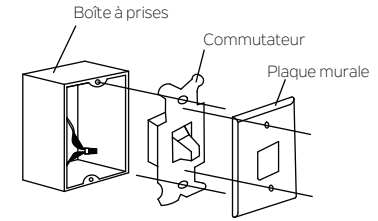

Fig. 22
**Étape 1.** Retirez la plaque murale présente et l'ancien interrupteur de la boîte à prises murale, placez ensuite la nouvelle commande et la plaque murale. Raccordez le fils (sous tension) ensemble et acheminez-les à l'intérieur de la boîte à prises (Fig. 22) ou sélectionnez l'emplacement avec une nouvelle boîte à prises murale.